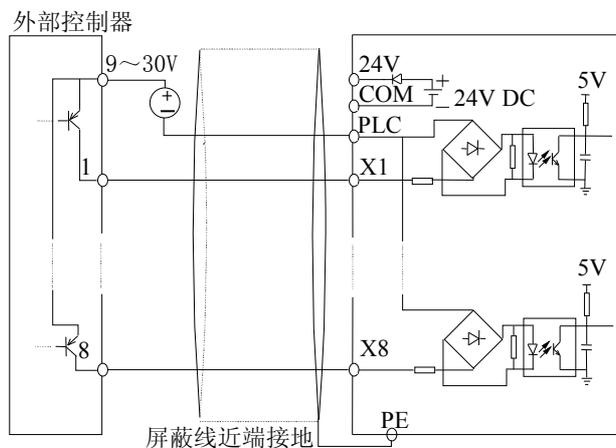

图 2-19 使用外部电源的漏极连接方式
- 4) 使用外部电源的漏极连接方式（注意去除PLC与24V端子间的连接线），如图2-19所示。